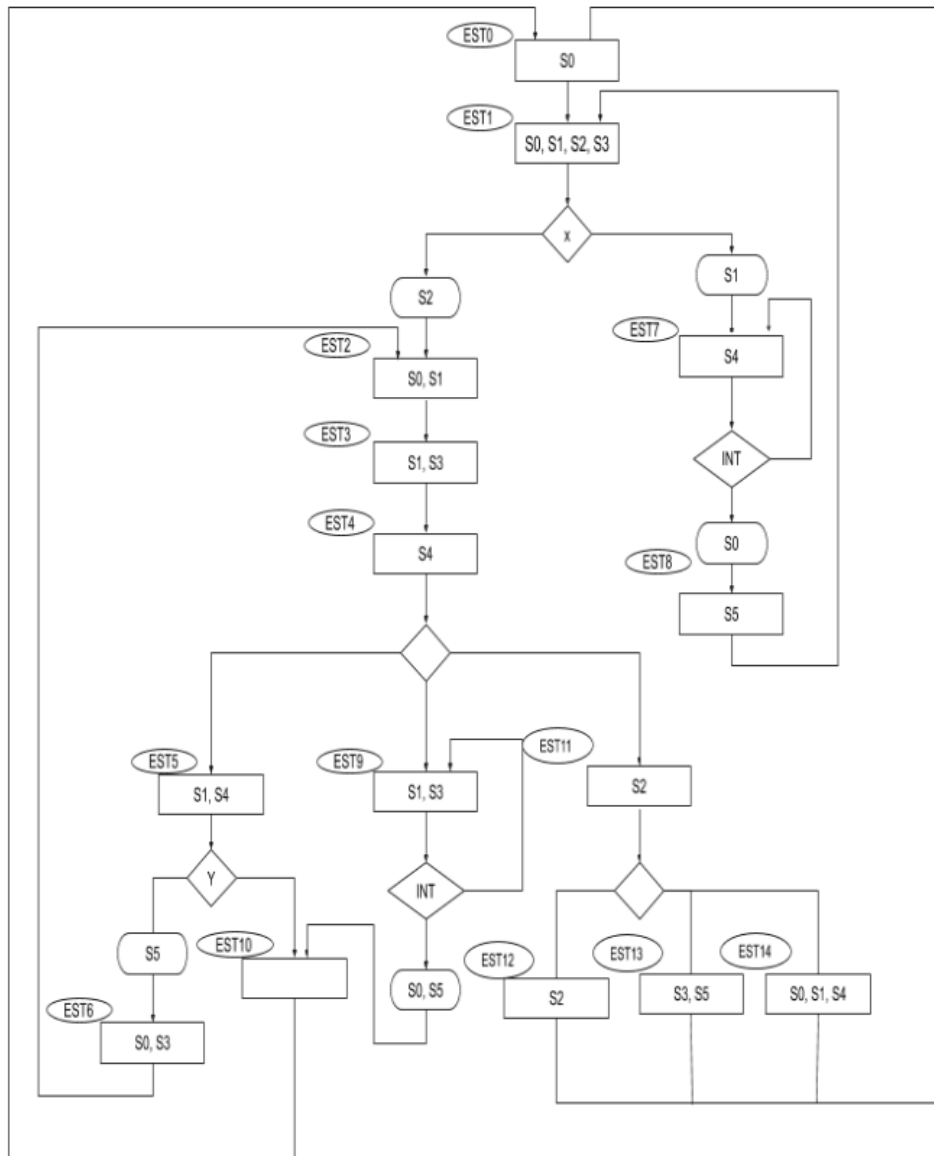

Figura 7: Carta ASM
4. En la figura 7 se presenta una carta ASM en donde se hace uso de todas las instrucciones que un secuenciador básico puede ejecutar. En el estado EST4 y EST11 la dirección del estado siguiente está determinada por el registro de transformación, seleccionado cuando el secuenciador ejecuta la instrucción ST. En el estado EST7 y EST9 la dirección del estado siguiente la proporciona el registro de interrupción.
5. Construya el secuenciador descrito en el punto 1 y conéctelo a una memoria tal como se muestra en el punto 2, utilizando **VHDL** y componentes estándares del software de desarrollo. Diseñe la lógica interna para que su secuenciador pueda ejecutar las instrucciones descritas anteriormente. Obtenga el contenido de la memoria de la carta ASM de la figura 7 he impleméntelo en su secuenciador. Utilice el simulador para probar su implementación.